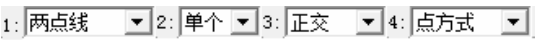

图 4-3 设置立即菜单
2) 选择下拉菜单“绘图”→“直线”命令，或者单击“绘图工具”工具栏上的“直线”按钮，设置立即菜单选项为“单个”和“正交”，如图 4-3 所示。